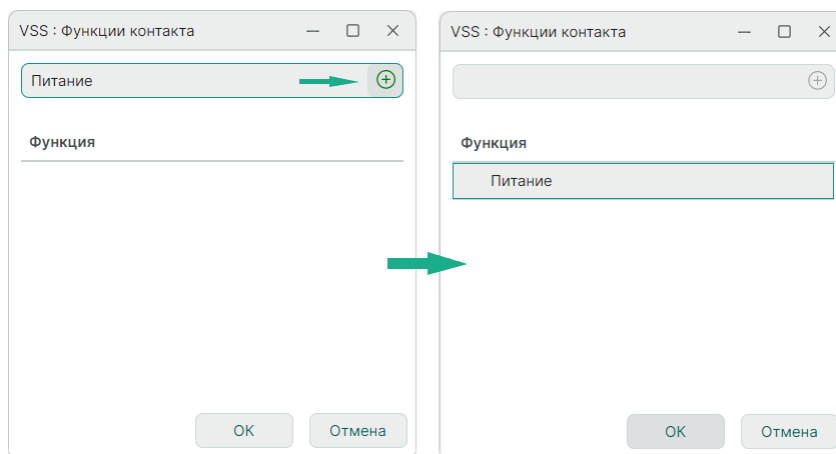

Рис. 255 Добавление функции назначения
2. В окне «Функции контакта» укажите название функции контакта и нажмите символ , см. Рис. 255.